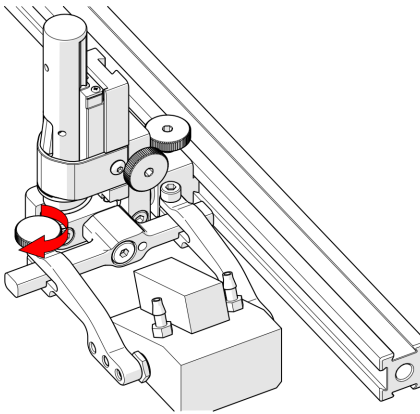

Abbildung 2-76 Festziehen des Armknopfs
3. Ziehen Sie den Einstellknopf für den Prüfkopfhalterarm fest (siehe Abbildung 2-76 auf Seite 99).